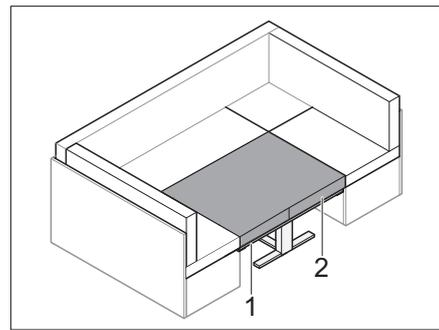

Fig. 70 Coussin supplémentaire intégré
- Disposer le coussin supplémentaire fourni (Fig. 70,2).